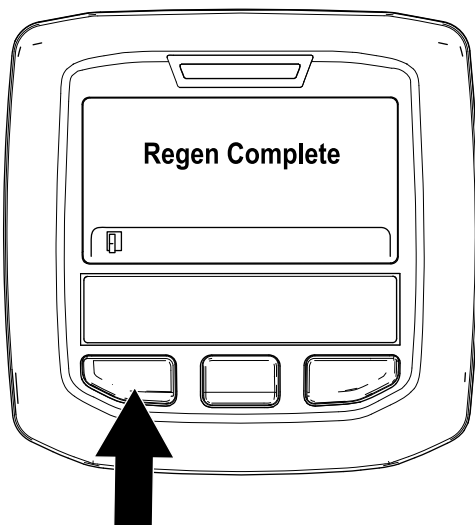

Figure 38
9. La régénération stationnaire est terminée lorsque le message "Regen Complete" (Régénération terminée) s'affiche sur l'InfoCenter. Appuyez sur le bouton gauche pour revenir à l'écran d'accueil (Figure 38).